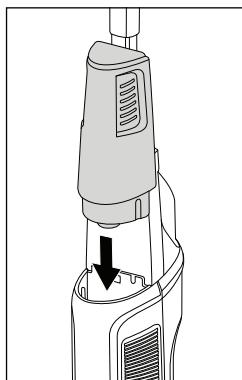

Rys. 9
- ◆ Do czyszczenia dużych powierzchni (do 55 m2) nalewaj wodę kranową lub destylowaną tylko do trzeciego oznaczenia poziomu napełnienia w zbiorniku czystej wody ⑪ (patrz rys. 9).
- ◆ Do czyszczenia dużych powierzchni (do 55 m2) nalewaj środek czyszczący do czwartego oznaczenia poziomu napełnienia w zbiorniku czystej wody ⑪ (patrz rys. 9).